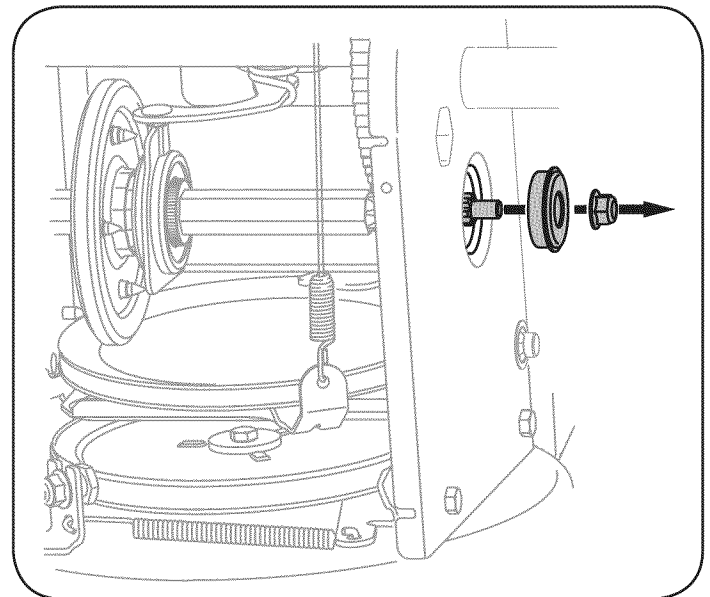

Figura 31
6. Retire con cuidado la tuerca hexagonal y la arandela que sujetan el eje hexagonal al marco de la máquina quitanieve, y golpee suavemente el extremo del eje para desplazar el cojinete de bolas del lado derecho del marco. Vea la figura 31.